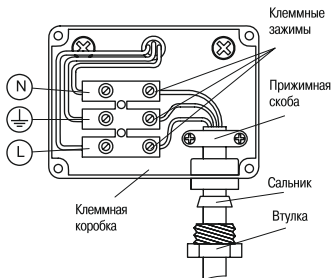

Рисунок 9
5.5 Подключение прожектора (рисунок 9):